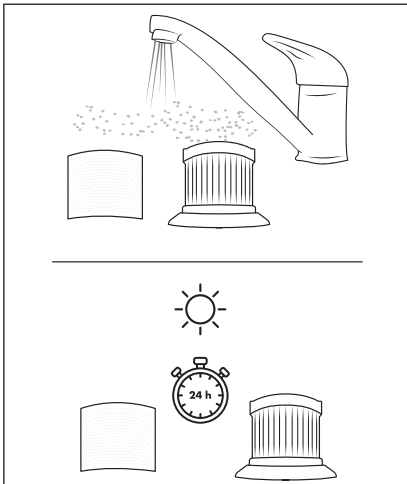

Abb. 13
- 4) Spülen Sie den EPA-Filter **5** und den Edelstahlfilter **6** unter kaltem oder lauwarmem Wasser aus. Lassen Sie den EPA-Filter **5** und den Edelstahlfilter **6** vollständig an der Luft trocknen, bevor Sie sie wieder in den Staubbehälter **2** einsetzen (siehe Abb. 13).